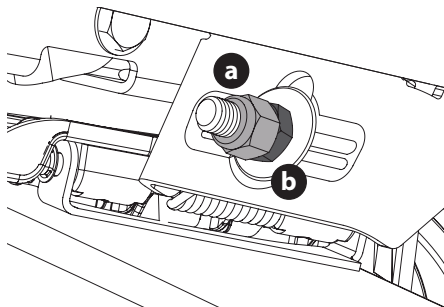

Figura 39
5. Para **eleva**r el frente de la plataforma, extraiga la tapa de extremo, afloje la contratuercas exterior (a) y apriete (rosca hacia adentro) la tuerca interior (b) contra la ménsula de suspensión delantera (Figura 39). Una vez alcanzado el ajuste adecuado, vuelva a ajustar la contratuercas exterior (a) y vuelva a colocar la tapa de extremo.
6. Para **baja**r el frente de la plataforma, extraiga la tapa de extremo, afloje la contratuercas exterior (a) y afloje (rosca hacia afuera) la tuerca interior (b) alejándola de la ménsula de suspensión delantera (Figura 39). Cuando se logre el ajuste correcto, vuelva a apretar la contratuercas externa (a) hasta 57 pies-libras (77 N-m) y vuelva a colocar la tapa de extremo.